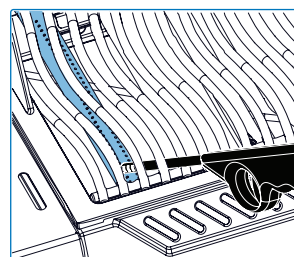
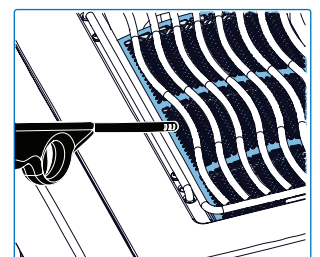

Fig. 11
Fig. 12
1. Abra la tapa del quemador/parrilla. (**Fig. 11, Fig. 12**)